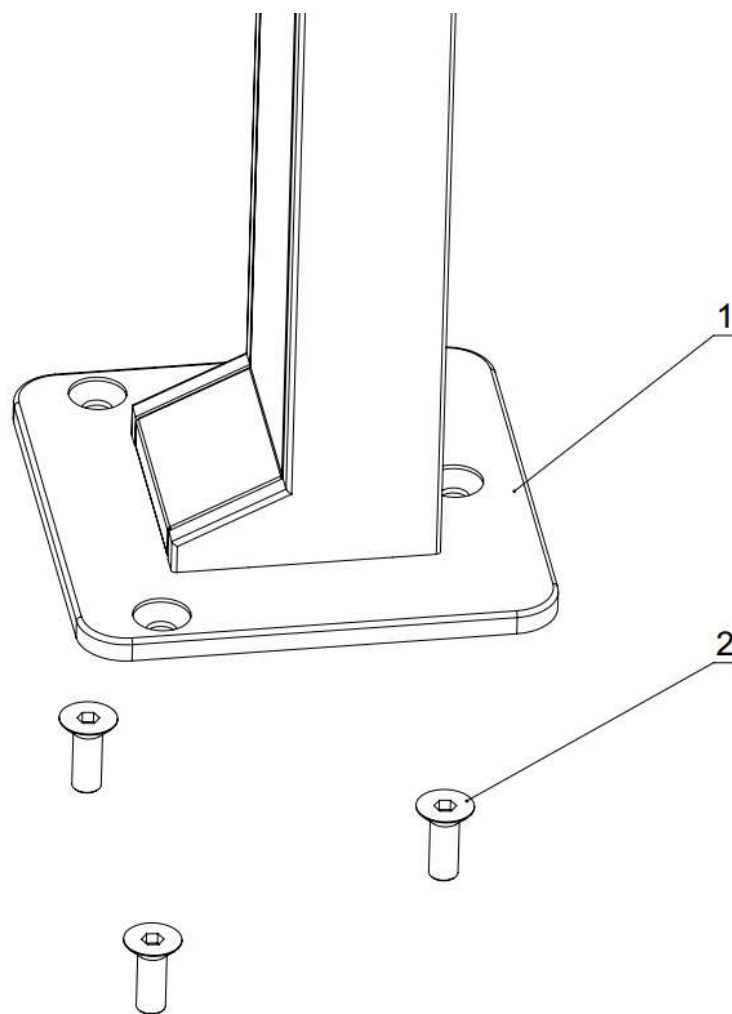

Рис. 8. Схема установки турникета
4.2.8. Совместите отверстия в опоре турникета (1,рис. 8) с анкерами в полу. Проверьте вертикальность установки в 2-х плоскостях, при необходимости используйте стальные прокладки требуемой толщины для правильной установки турникета. Закрепите стойку турникета тремя винтами М8 (2,рис. 8), закрутив их в соответствующие анкера, используя ключ для винта с внутренним шестигранником S5. Установите крышку основания на двухсторонний скотч